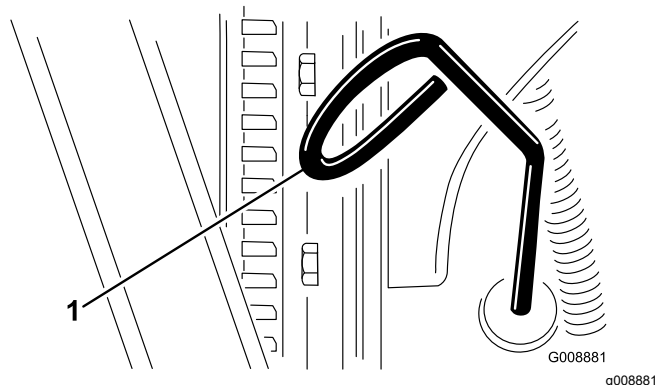

Figura 72
3. Togliete l'asta di livello ed asciugatela con un panno pulito (Figura 72).